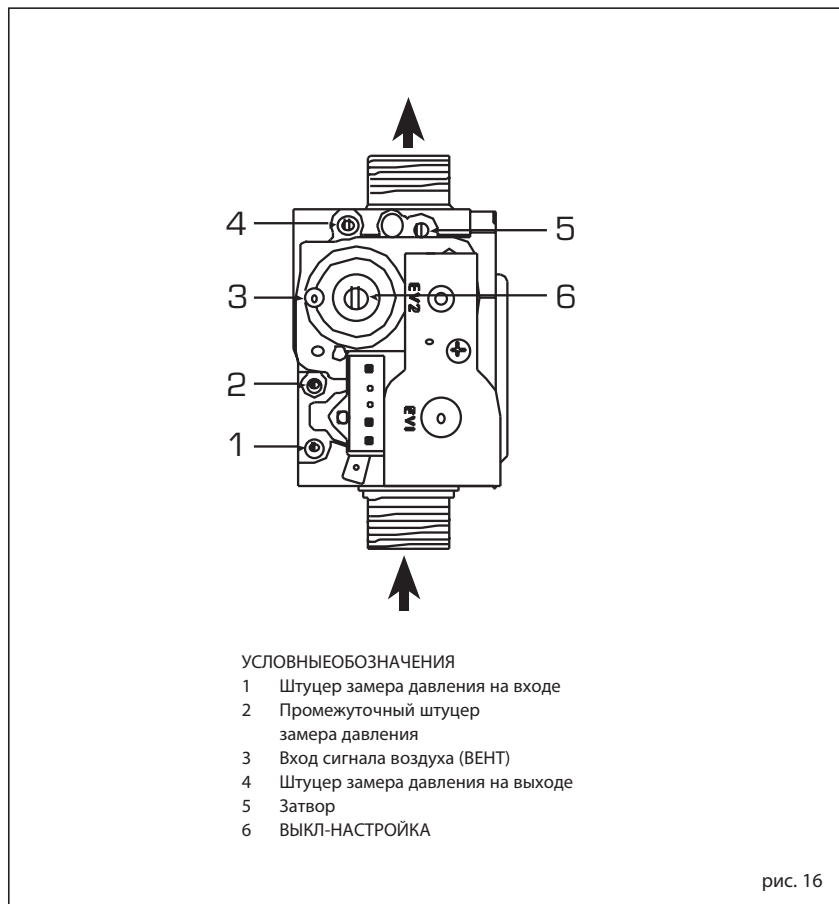

рис. 16
4.1 ГАЗОВЫЙ КЛАПАН (рис. 16)
Котёл серийного производства оснащён газовым клапаном модели SIT 848 SIGMA (рис. 16).
- 3) Найдите значения CO₂ макс. мощности, приведённые ниже, с помощью затвора (5, рис. 16):
регулирующего винта ВЫКЛ-НАСТРОЙКА (6, рис. 16):